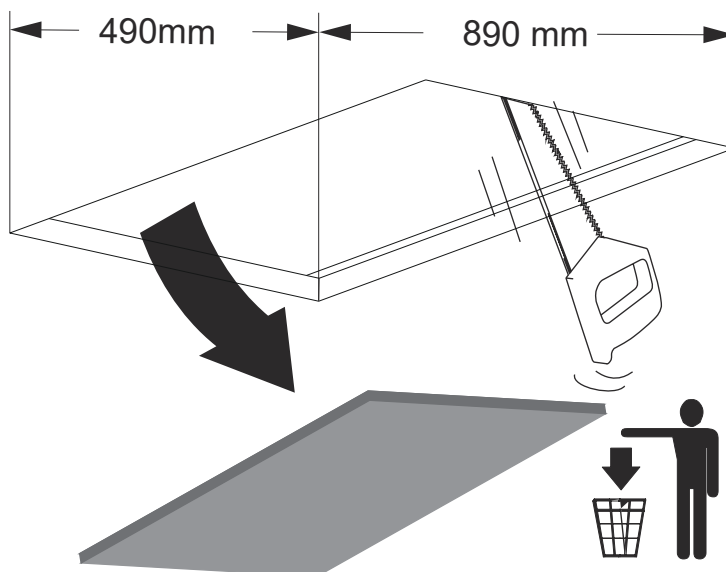

Fig. 8
**2.** ▶ Taket eller materialet där fläkten ska monteras måste skäras till enligt angivna mått (Fig. 8).